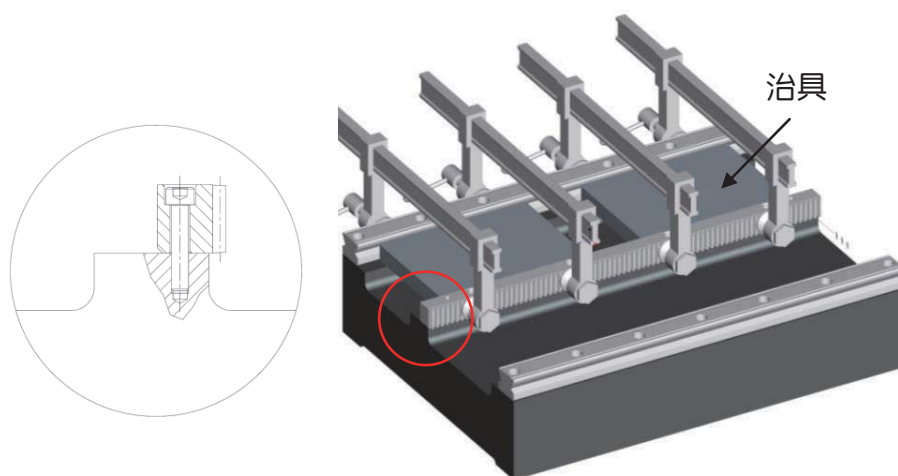
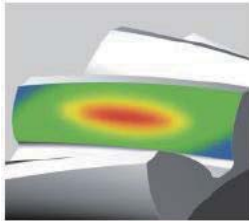

图 2
图 3
1.14 安装方式如图 2，或需要在同一根齿条上使用 2 个驱动齿轮（如图 3）时，推荐使用 Q5H 的齿条。
1.15 齿条的定位销专为提供拆卸后再次安装时的快速定位。若非重复拆卸，则不需安装定位销。但对于如图 2 无承靠面的安装方式而言，定位销是必须的。